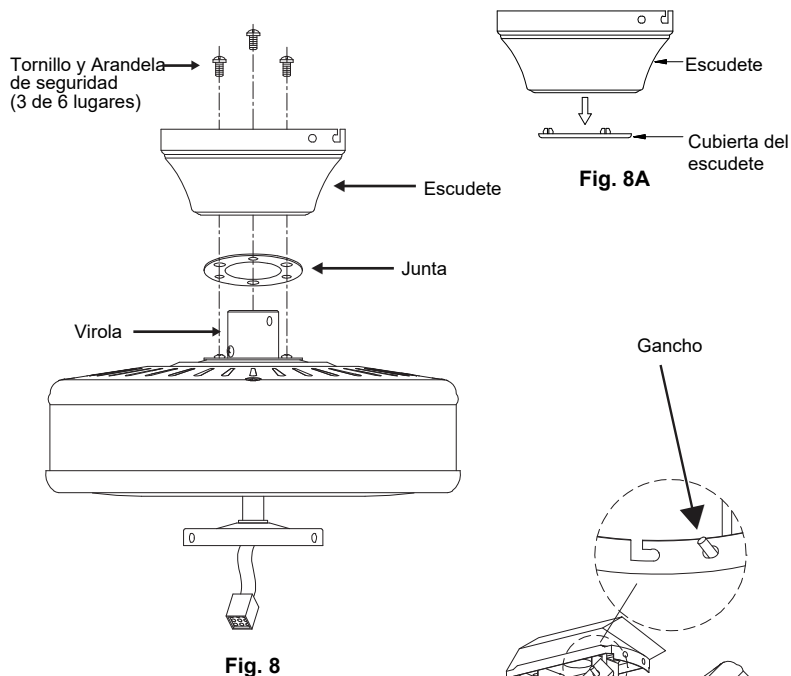

Fig. 9
Paso 7. Cuelgue el ventilador del gancho del soporte colgante. Asegúrese de que el escudete esté trabado en el gancho tal como se muestra en la Fig. 9. Esto le permitirá hacer las conexiones eléctricas.